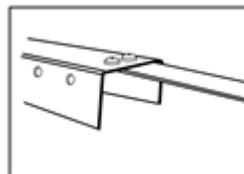

fig. 9
Le tenseur (7) doit se fixer dans la partie interne du profil (4), fig. 9, pour que la tête des vis soit sur la partie supérieure du profil et les boulons dans la partie intérieure.